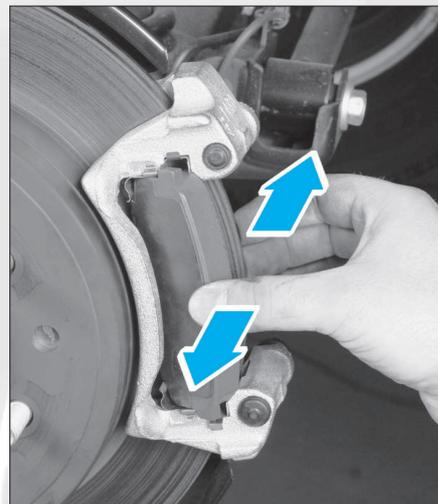

FIG. 13
- Déposer les plaquettes du support d'étrier et les agrafes de guidage (fig. 13).